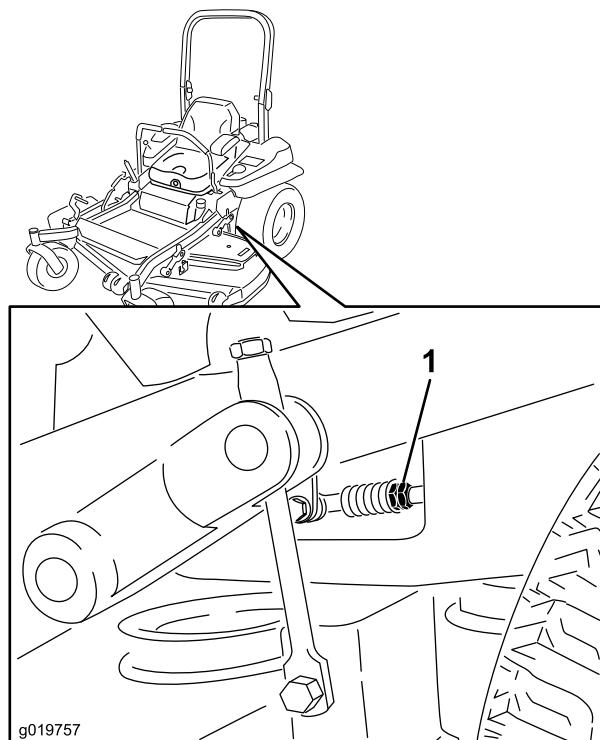

Figura 79
- Ponga las palancas de control de movimiento en la posición de punto muerto. Ajuste la longitud de las varillas de control de las bombas girando las tuercas dobles de la varilla en el sentido apropiado, hasta que las ruedas se muevan ligeramente en marcha atrás (Figura 79). Mueva las palancas de control de movimiento a la posición de marcha atrás y, aplicando una ligera presión a la palanca, deje que los muelles de marcha atrás devuelvan las palancas a punto muerto. Las ruedas deben dejar de girar o moverse muy lentamente en marcha atrás.